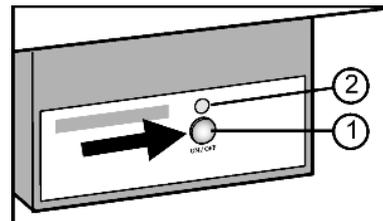

Fig. 22
- Premere il tasto On/Off Fig. 22 (1) finché si illumina il LED Fig. 22 (2).